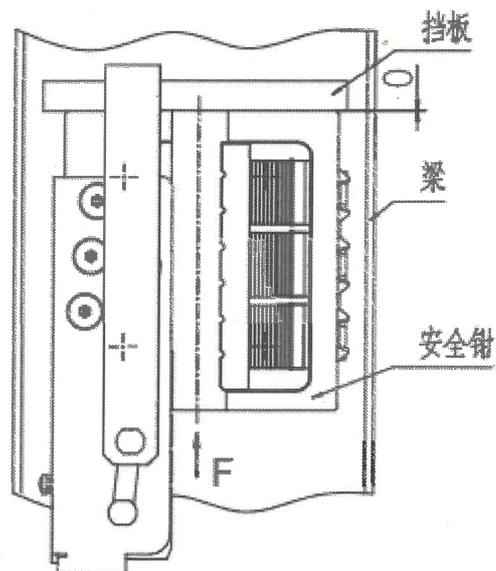

图 8
2.3.6. 用 $F \approx 80\text{N}$ 的力沿图示方向推动壳体，壳体与挡板的间隙应为 0(图 8)。